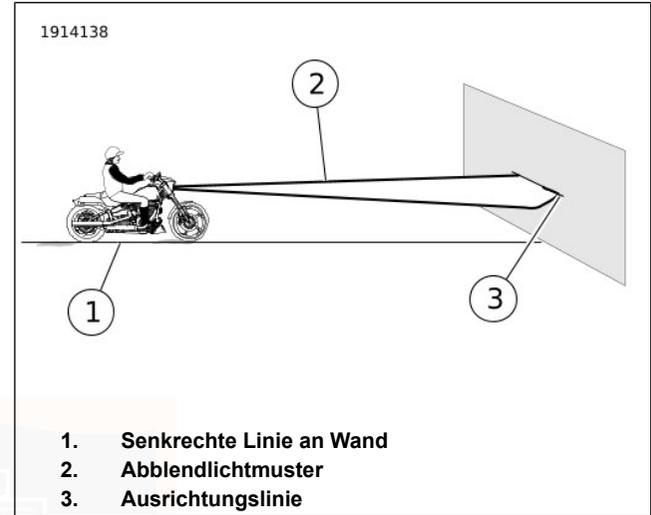
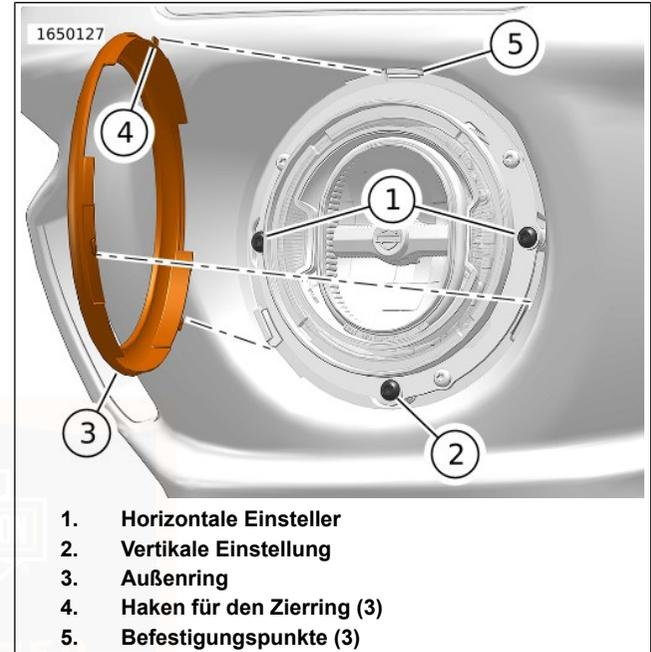

Abbildung 70. Scheinwerferausrichtung
Abbildung 75. Scheinwerfereinstellschrauben: FXLRST
1. Siehe Abbildung 70. Das Motorrad im rechten Winkel zur Wand (1) abstellen, sodass der Vorderreifen geradeaus auf die Wand zeigt.
- a. **FXLRST:** Siehe Abbildung 75. Den den Scheinwerfer-Zierring entfernen, um Zugang zum Scheinwerfer zu erhalten.
- b. Mit dem vorgesehenen Fahrer auf dem Motorrad den Abstand von der Ecke der Streuscheibe oder des Zierrings (2) zum Boden messen.
4. Siehe Abbildung 70. Eine Ausrichtungslinie (3) im berechneten Abstand direkt vor dem Motorrad an die Wand zeichnen.
- a. Das Abblendlicht ist ausgerichtet, wenn die Oberkante des Abblendlichtmusters (2) mit der Ausrichtungslinie (3) übereinstimmt.
8. **FXLRST:** Siehe Abbildung 75. Den Scheinwerferzierring anbringen.
1. Siehe Abbildung 75. Den Trimmring (3) gegen den Uhrzeigersinn drehen, um die Haken des Trimmrings (4) von den Andockpunkten (5) zu lösen und zu entfernen.
2. Die horizontale Einstellschraube (1) drehen. Den Scheinwerfer horizontal ausrichten, bis der Lichtstrahl gerade nach vorne zeigt.
3. Die vertikale Einstellschraube (2) drehen. Den Scheinwerfer vertikal so weit neigen, bis der Strahl auf der Mitte der horizontalen Linie liegt.
- a. Die Haken des Zierrings (4) mit den Befestigungspunkten (5) ausrichten.
- b. Den Trimmring (3) im Uhrzeigersinn in Position drehen.